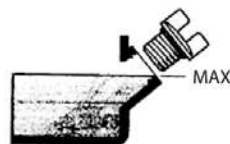

Рис. 27
- г) Поместите масляный поддон под двигателем. Наклоните генератор для слива масла полностью (Рис. 27).